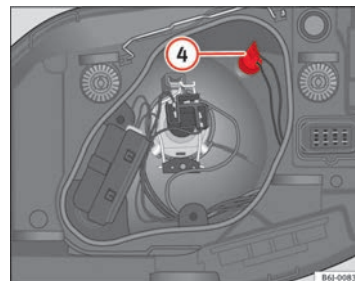

Abb. 149 Standlicht
- Nehmen Sie den Lampenträger ④ ⇒ Abb. 149 heraus.
- ③ Abblendlicht
- ④ Blinkleuchte